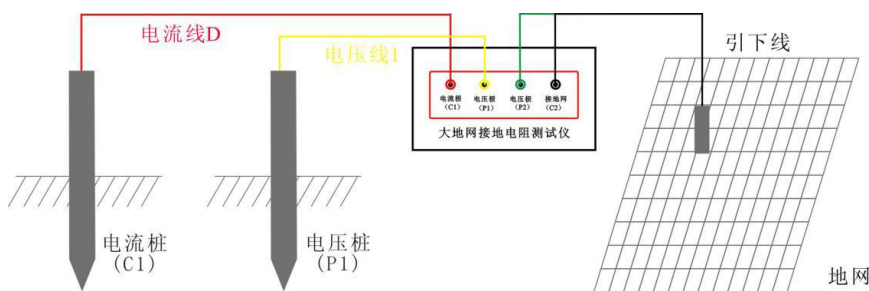

图 3 三极法测量接线图
(1) 首先检查用于试验的电流线、电压线和地网线是否有断路现象（可以用万用表测量），地桩上的铁锈是否清理干净，其埋进深度是否合适（ >0.5 米），同时检查测试线与地桩的连接是否导通，如未导通，请处理后重新连接。
(2) 电流测试线与电压测试线的长度比为 1: 0.618，电流测试线的长度应是地网对角线的 3~5 倍。
(3) 电流测试线和电压测试线按规定的长度将一端与仪器相接后平行放出。另一端分别接在两个地桩上（如图 3 所示）。
(4) 将已放好的测试线检查一遍，将万用表一端接电流线或电压线，另一端接地网线如无阻值显示即为断路，确认完好再进行测试。
(5) 检查连线无误后，给仪器接上 AC 220V/50Hz 电源，对仪器进行通电。
(6) 按测量键，开始测量。
(7) 仪器显示测试结束后，记录测试数据（本仪器可多次重复测量）。
(8) 关掉仪器电源后，拆除连线，测试过程结束。